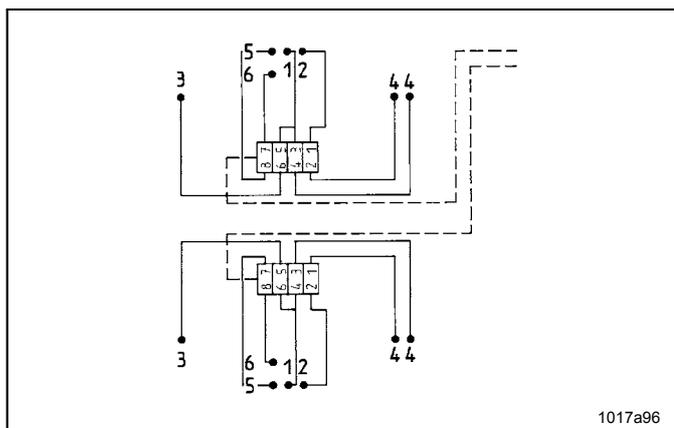

Рис. 36 Группировка точек трения
- Неиспользуемые выпуски на распределителе закрываются заглушкой (см. выпуск 5 или 6 на распределителе, Рис. 36). Исключение составляют выпуски 1 и 2.